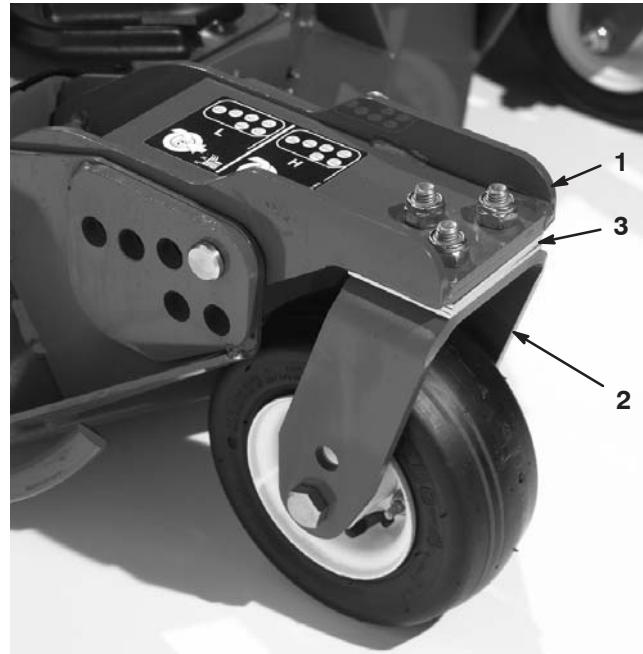

Figure 23
Tournez la lame sur chaque axe pour la diriger dans le sens longitudinal. Mesurez et notez la distance entre le sol et la pointe avant du tranchant. Ajoutez ou retirez des cales de 3 mm sur le ou les bras pivotants avant pour que la hauteur de coupe corresponde à celle qui est indiquée sur l'autocollant (Fig. 23). Pour l'axe de la lame extérieure seulement, reportez-vous à la rubrique Réglage de l'inclinaison des lames.
- 3. Si le bord intérieur du plateau de coupe latéral est trop élevé par rapport au bord extérieur du plateau de coupe avant, retirez une cale de 3 mm au bas du bras pivotant intérieur avant du plateau latéral (Fig. 23). Mesurez de nouveau la distance entre les bords extérieurs des deux plateaux de coupe latéraux et la distance entre le bord intérieur du plateau de coupe latéral et le bord extérieur du plateau de coupe avant.